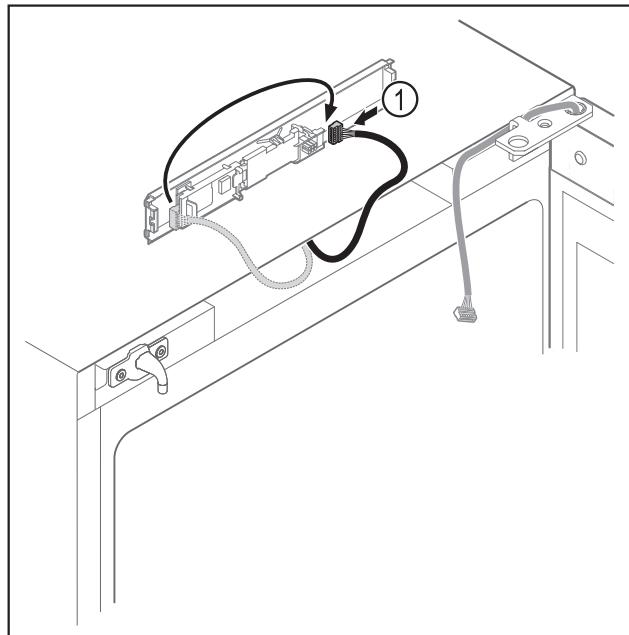

Fig. 14
- ▶ Zmenťte zapojenie zástrčky Fig. 14 (1) na doske plošných spojov.